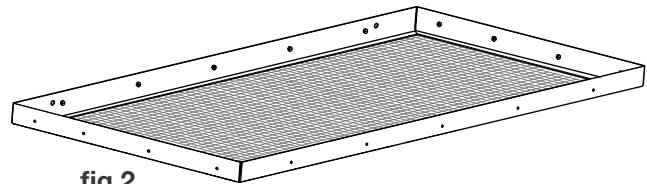

fig.2
3. Pour installer le déflecteur avant (Fig. 2), glissez-le à la verticale vers l'avant de la chambre à fumée.
**5.** Retirez la vitre du cadre de porte. (FIG.2)
3. Retirez les 10 vis du haut et du bas et les 8 vis latérales (Fig. 2).